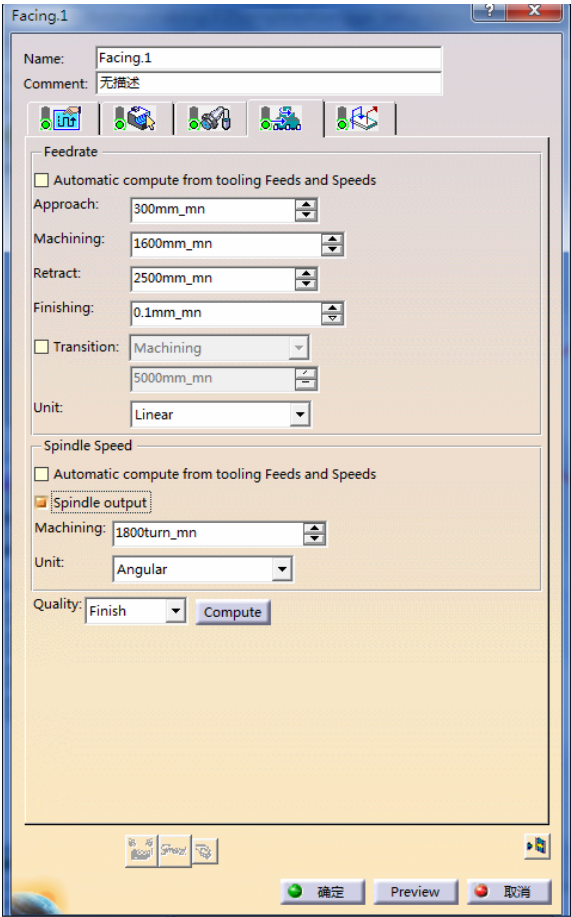

图 3-140 进给率参数选项卡（7）
6) 定义进给率。单击“Facing.1”对话框中的，切换到进给率参数选项卡（7），如图 3-140 所示。